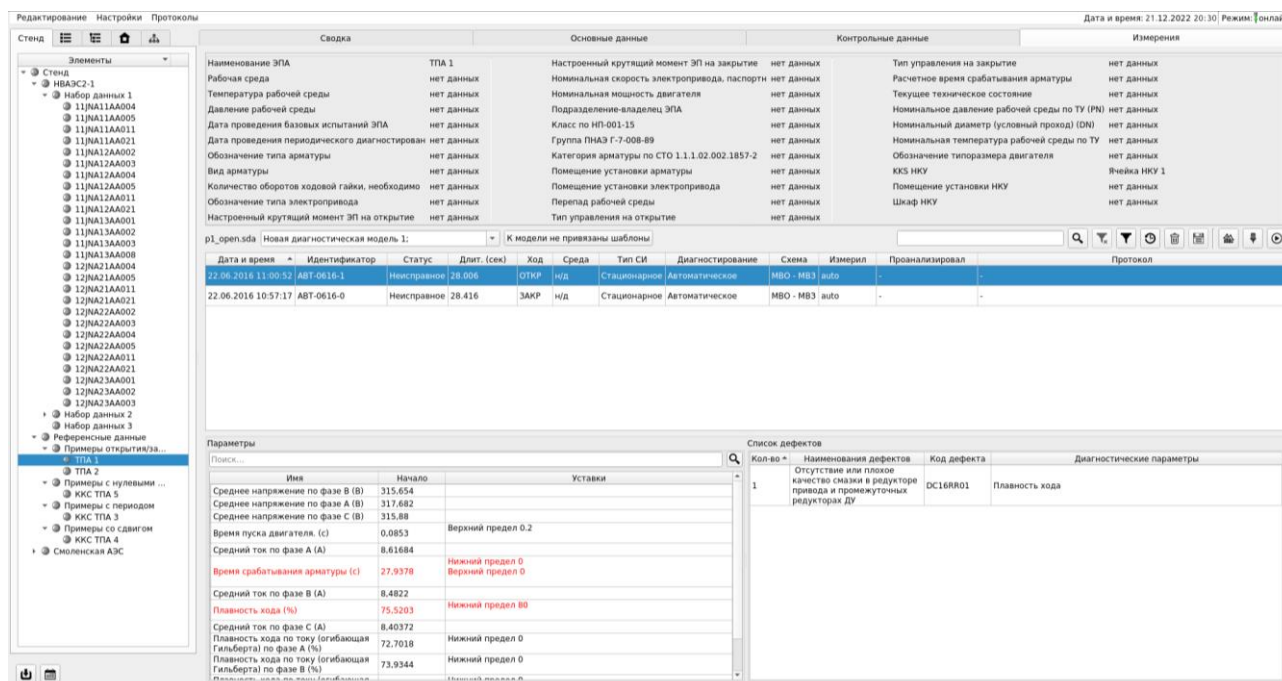

Рисунок 3.6 — Вкладка «Измерения»
3.2.2 При выборе любой арматуры из списка открывается вкладка «Измерения» (рисунок 3.6). В верхней части окна на сером фоне представлены всевозможные сведения, касающиеся выбранной арматуры (наименование ЭПА, рабочая среда, температура рабочей среды и т.п.). Ниже идет окно, где по выбранной арматуре показаны все изменения, которые с ней происходили за все время наблюдения. Изменения фиксируются по результатам матообработки и предабработки (в автоматическом режиме). Колонки окна, следующие:
3.2.2.2 В нижней части экрана (рисунок 3.6) располагаются окна контроля выхода диагностических параметров за уставки и дефекты на основе данных о вышедших за уставки диагностических параметров (рисунок 3.8). Источником значений уставок являются мастер-данные, результаты силовых и статистических расчётов. При этом справочник дефектов и номенклатура параметров, для которых определяются уставки, конфигурируются. В проекте предполагается, что эта конфигурация выполняется на этапе внедрения/обновления системы. Обработка данных и диагностирование проводится с целью выявления неисправностей контролируемого оборудования по утвержденной методике диагностирования трубопроводной электроприводной арматуры МТ 1.2.1.15.1175–2016.